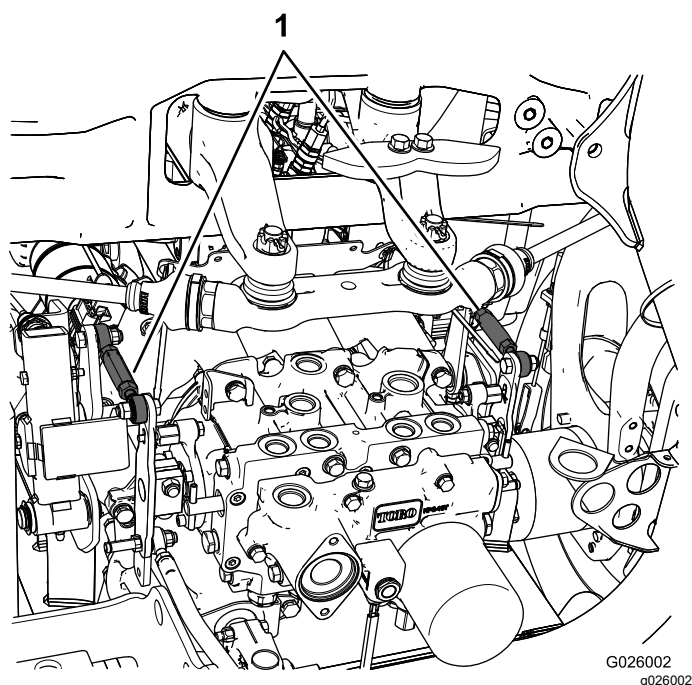

Figure 87
- Si la roue arrière gauche tourne, desserrez les écrous de blocage sur la tige de commande de transmission gauche (Figure 87).